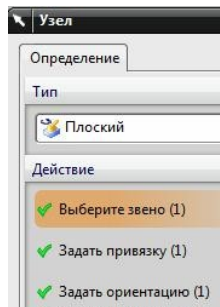

Рис.75
- Диалоговое окно этой связи представлено на рис.75.